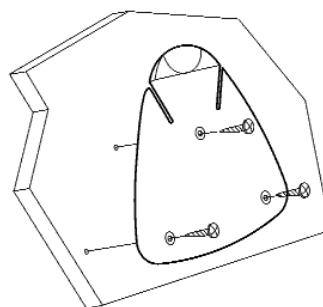

Fig. 2
2. Percez trois trous de 2.5mm repérés "A" sur le modèle et en utilisant les vis fournies, fixer le support «clip» sur la surface de montage (Fig. 2).